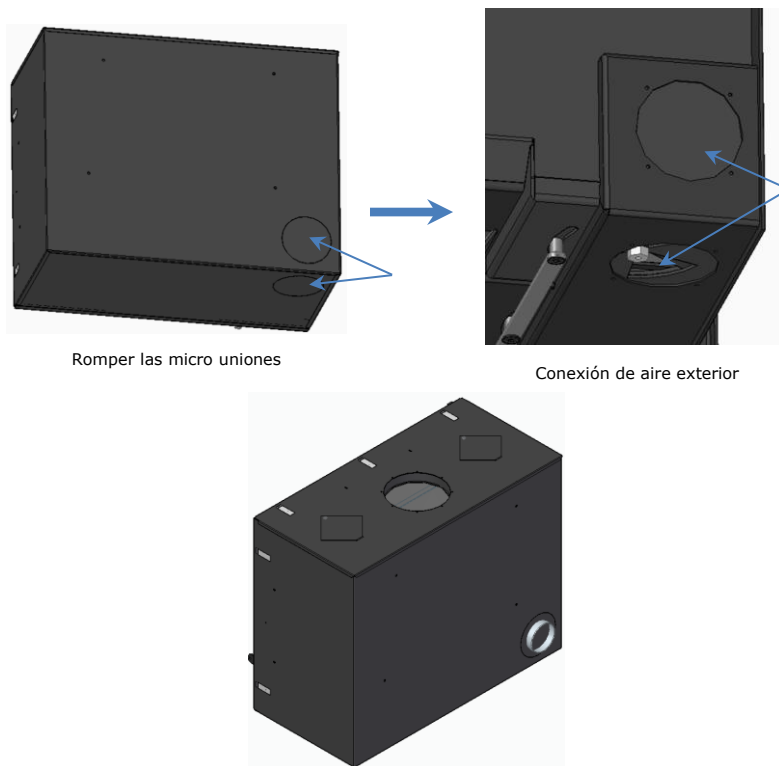

Figura 13 - Conexión de aire exterior
* El equipo también viene con una toma de aire para la combustión tapada en la parte trasera. Si quiere instalarla al aire exterior, tendrá que romper las micro uniones de las tapas y hacer la conexión a una de las opciones de toma de aire, por la parte trasera o por la parte inferior, si elige la parte trasera, tendrá que cambiar la tapa, pasándola a la parte inferior, Figura 13.